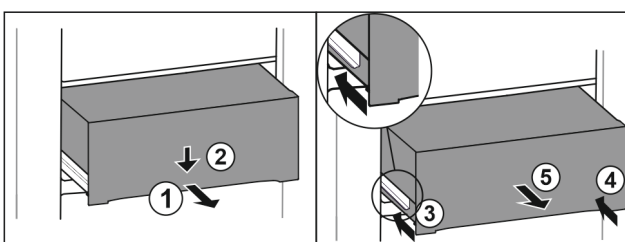

Fig. 108
- ▶ Витягніть ящик на половину. Fig. 108 (1)
- ▶ Спрямуйте висувний ящик вниз спереду. Fig. 108 (2)
- ▶ Вставте ліву рейку приблизно на 2 см. Fig. 108 (3)
- ▶ Вставте праву рейку приблизно на 2 см. Fig. 108 (4)
- ▶ Вийняти висувний ящик рухом вперед. Fig. 108 (5)